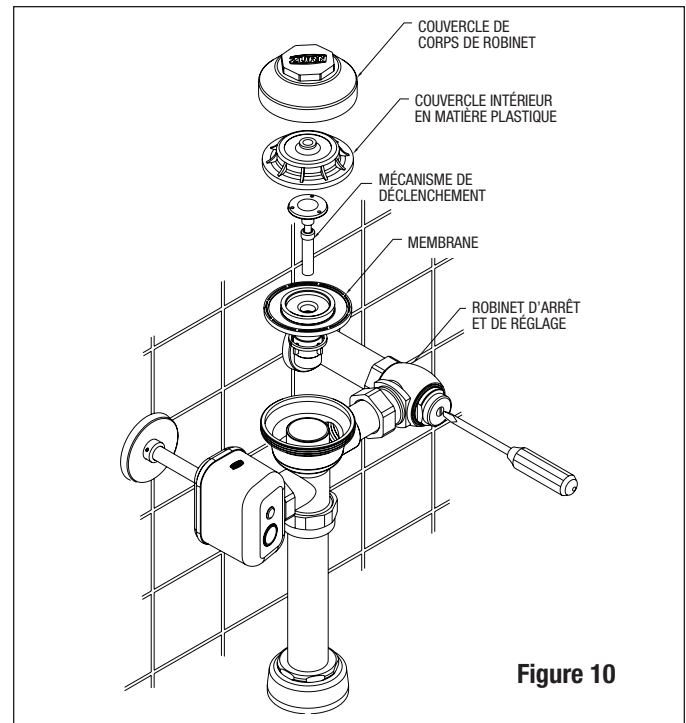

Figure 10
ÉTAPE 10 Rinçage de la conduite d'alimentation (figure 10)